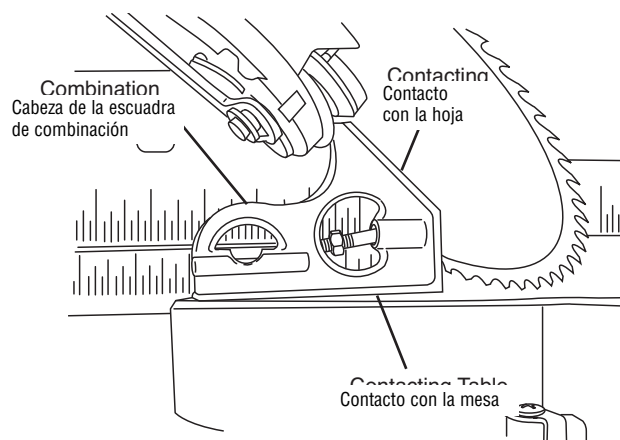

Figura 24
regla de la escuadra de combinación. Coloque solamente la cabeza de la escuadra de combinación sobre en la mesa de la sierra con su lado plano largo descansando sobre la mesa y su lado de 45° contra la hoja inclinada (vea la figura 24).
5. Mientras gira el perno "F", observe cómo la hoja se inclina. Gire el perno "F" hasta que el plato de la hoja de sierra esté en contacto completo con el lado de 45° de la cabeza de la escuadra (vea la figura 24).